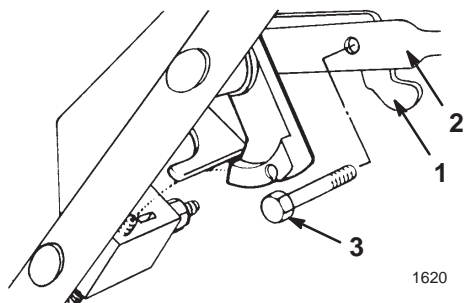

**Figura 4**
6. Fissate con un morsetto i cavi sul lato inferiore del tubo sinistro (Fig. 4). Posizionate il morsetto per cavi a 25 mm dalla curva della stegola, come riportato nella Figura 4.